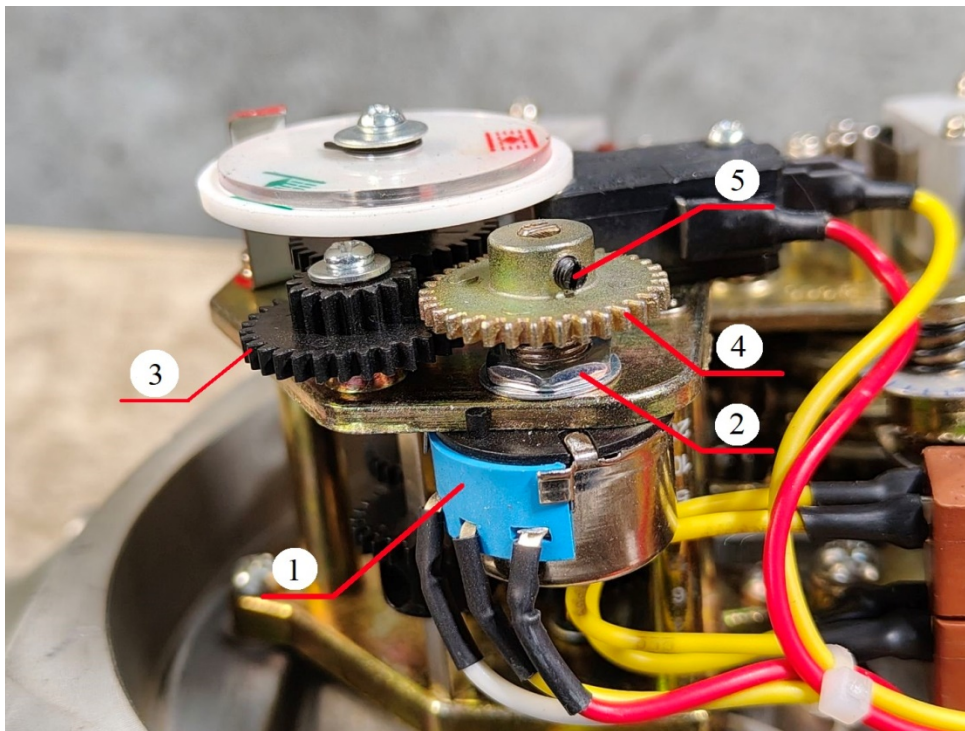

Рисунок 7. Потенциометр
2.7.2. Для подключения потенциометра необходимо – ослабить гайку 2 (рис.7) и переместить потенциометр 1 таким образом, чтобы произошло зацепление ведущей шестерни 3 с ведомой шестерней 4. Зафиксировать положение потенциометра 1 затянув гайку 2. Для удобства настройки ведомую шестерню 4 можно демонтировать, для этого необходимо ослабить винт 5.